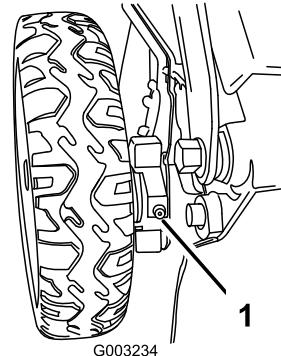

Figura 34
1. Limpie con un trapo limpio los puntos de engrase situados justo dentro de las ruedas traseras (Figura 34).